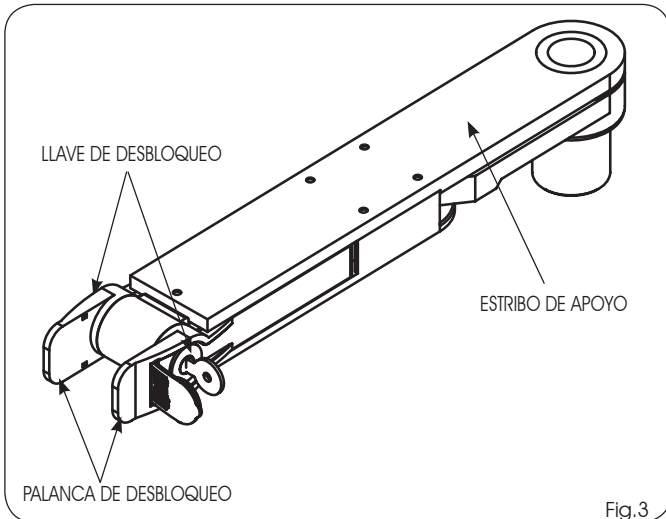

Fig.3
Como opcional, está presente para el operador un desbloqueo mecánico de emergencia (Fig.3).
- 1) Vuelva a colocar la palanca de desbloqueo en posición de reposo (Fig.3)